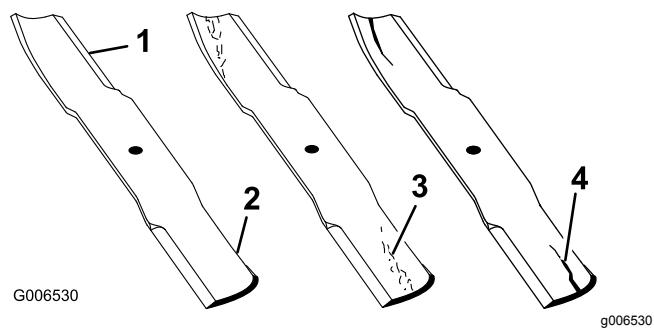

図 60
1. 刃先の部分を点検する図 60。
4. ひび、磨耗、割れの発生などがあれば、直ちに新しいブレードに交換する図 60。